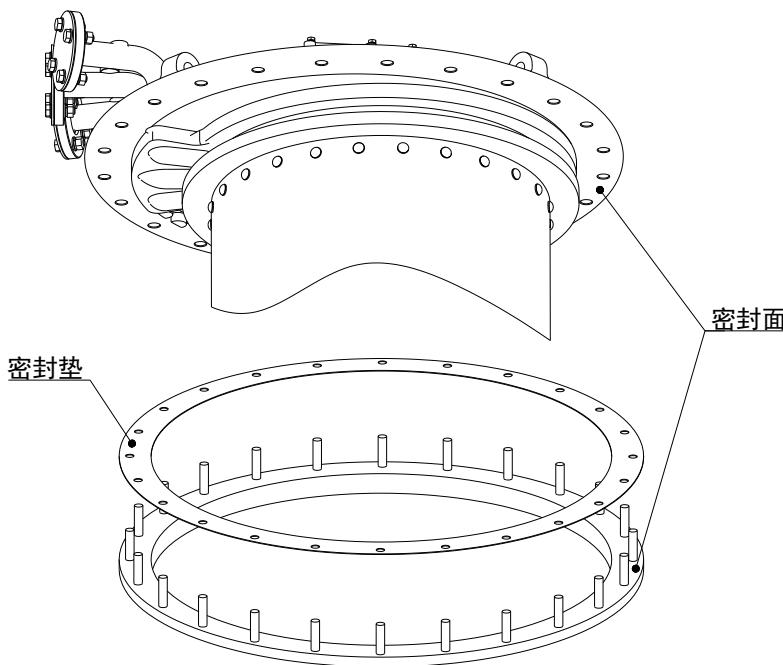

图 5-12
1. 将分接开关安装法兰底面和变压器安装法兰表面擦拭干净，且在变压器安装法兰面上放置密封垫（图 5-12）。